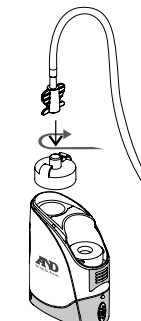

Рисунок 6-1
- Прикріпіть з'єднувальну трубку до основного блока тією стороною, на яку кріпиться перехідник, повертаючи його за годинниковою стрілкою (див. рис. 6-1).